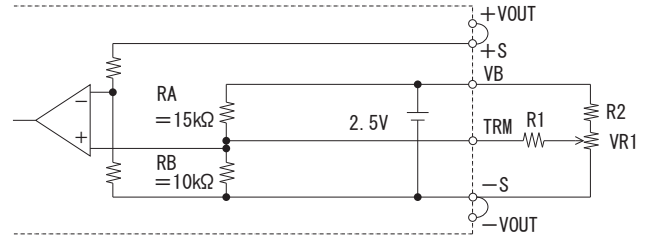

図 3.6 出力電圧制御回路
(1) 外付け抵抗による出力電圧可変
- ボリューム（VR1）と抵抗（R1, R2）を図 3.6 のように接続することで、出力電圧を可変できます。表 3.3 に外付け部品推奨値を示します。これ以外の条件でご使用の場合は、当社までお問い合わせください。